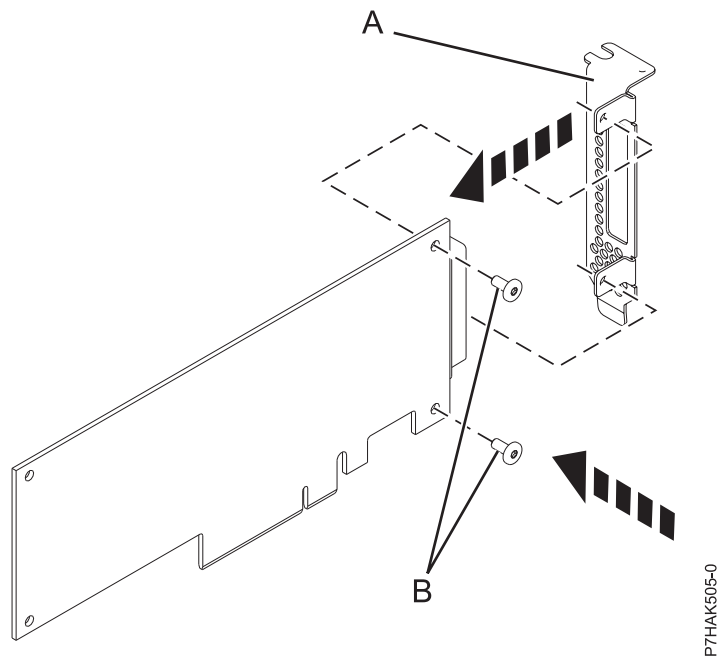

Abbildung 39. Den kurzen Adapterkassettenhalter am PCIe-Adapter befestigen
14. Befestigen Sie mit einem Kreuzschlitz-Schraubendreher und den beiden Sicherungsschrauben (B) den Haltesteg (A) vom fehlerhaften PCIe-Adapter am neuen PCIe-Adapter, wie in Abb. 39 auf Seite 66 dargestellt.